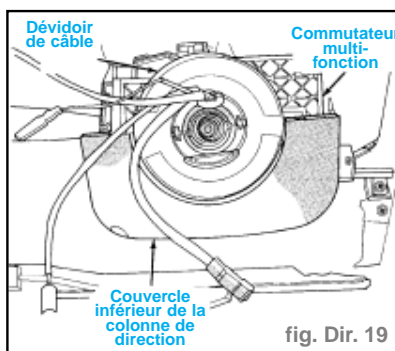

fig. Dir. 19
- Poser le couvercle inférieur de la colonne de direction sur la commande d'inclinaison de la colonne de direction. Poser et serrer convenablement la vis de fixation du couvercle inférieur à la commande d'inclinaison. (fig. Dir. 19)